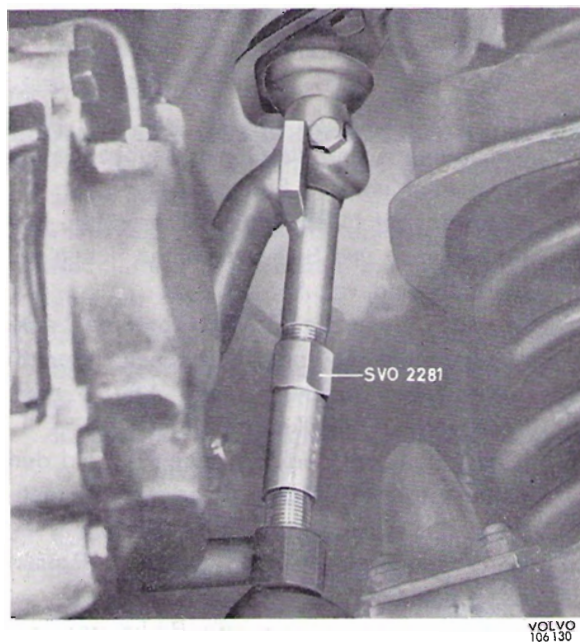

Abb. 30 Ausbau des unteren Kugelgelenkes
4. In Fahrzeugen mit Scheibenbremsen sind die Bremsleitungen vom Träger zu lösen und abzudichten. Werkzeug 2281 zwischen dem oberen und dem unteren Kugelgelenk gemäß Abb. 30 einspannen. Evtl. muß vorher der Träger für Bremsleitungen etwas zur Seite gebogen werden. Die Werkzeugspindel mit der Verstellmutter herauserschrauben, bis das Werkzeug zu spannen beginnt. Danach an der Verstellmutter weiterschrauben, bis der Kugelzapfen nachgibt, jedoch höchstens $1\frac{1}{2}$ Drehung. Sitzt der Kugelzapfen so fest in der Öse, daß er diesem Preßdruck nicht nachgibt, darf mit leichten Hammerschlägen auf die Kugelgelenkhalterung am Achsschenkel